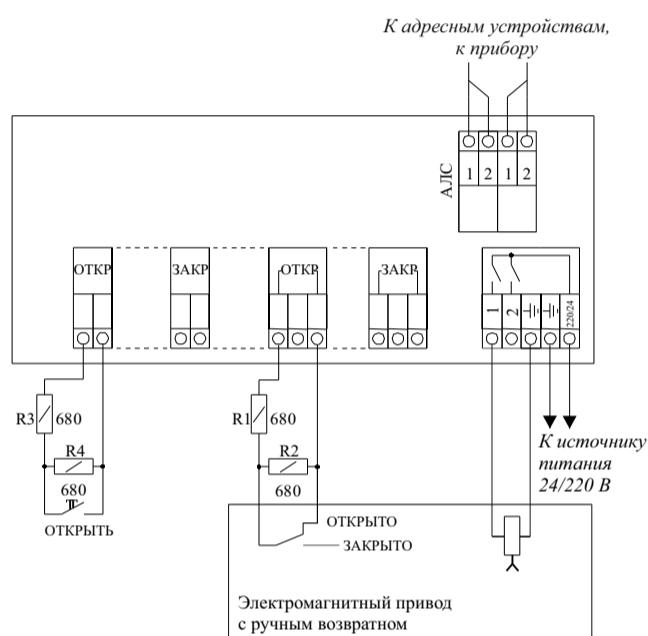

Рисунок 4 (заслонка клапана в положении «Открыто»)
- Электромагнитный (с ручным возвратом в нормальное положение) (рисунок 4)